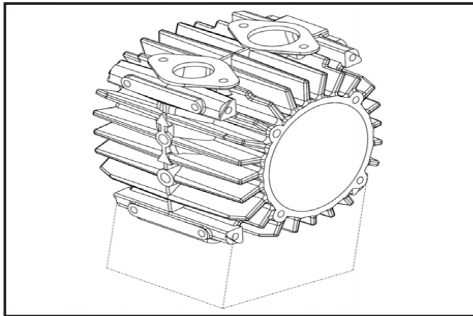

Figure 25
1. Placez le corps du compresseur, orifices vers le bas, sur un bloc en V ou un support approprié, comme illustré à la figure 25. Prenez soin d'éviter toute contamination au cours du montage. Toutes les surfaces internes du corps, du rotor, des palettes et des fonds DOIVENT être dépourvues de tout débris ou graisse.